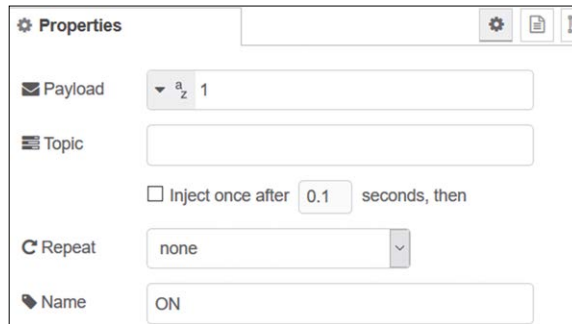

Figure 5.6 Créer un nœud d'injection
- Créer un **injecter** nœud avec la configuration comme indiqué à la figure 5.6